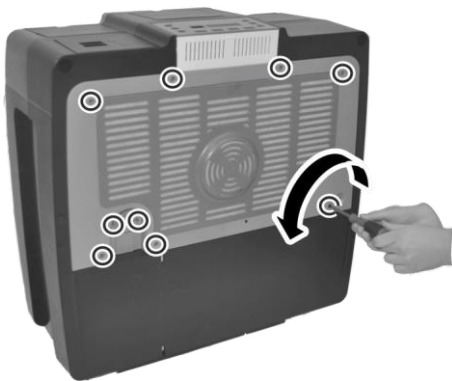

Abb. 32: Rückseite öffnen
1. ➤ Schrauben der Gehäuserückwand lösen (Abb. 32).